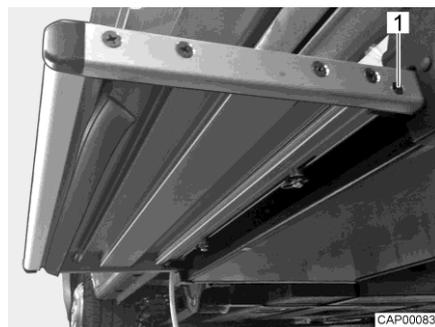

Fig. 101 Butée (marchepied)
- Dévisser une vis (Fig. 101,1) de chaque côté du marchepied. La butée du marchepied est ainsi coupée du secteur.